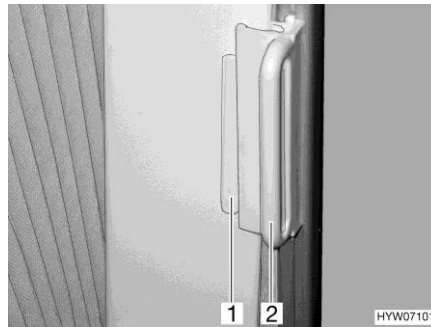

Bild 102 Plisségardin, förarhyttsfönster
- Håll i plisségardinernas handtag (Bild 102,2) och drag försiktigt för dem tills att magnetlåset håller plisségardinen stängd.
- Skjut in handtaget (Bild 102,2) över kanten (Bild 102,1). Plisségardinen är säkrad.